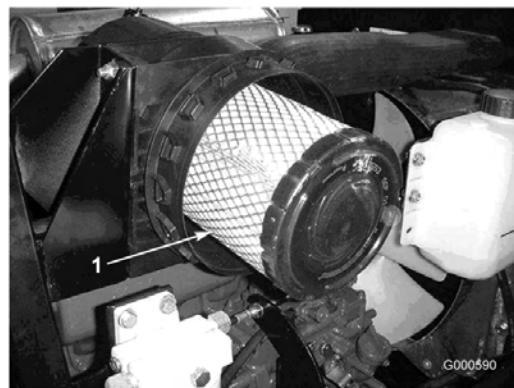

Figura 30
3. Retire y cambie el filtro primario (Figura 30).